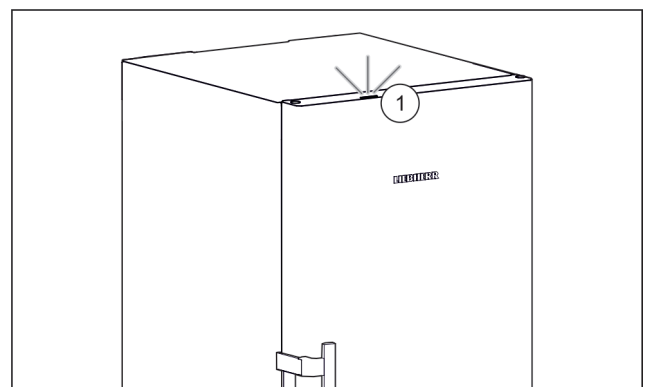

Fig. 4
Quando si mette in funzione l'apparecchiatura, la spia di stato Fig. 4 (1) è disattivata in fabbrica.*